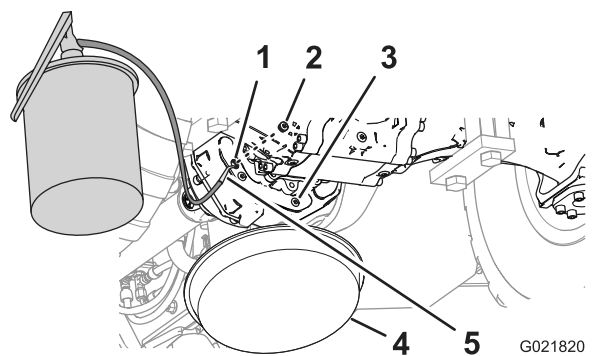

Figura 75
5. Instale um dos bujões no orifício de drenagem da transmissão (Figura 75).
6. Adicione o óleo especificado na transmissão pelo orifício de nível até o nível se alinhar com a borda inferior do orifício (Figura 75).
8. Instale o segundo bujão no orifício de nível na transmissão (Figura 75).